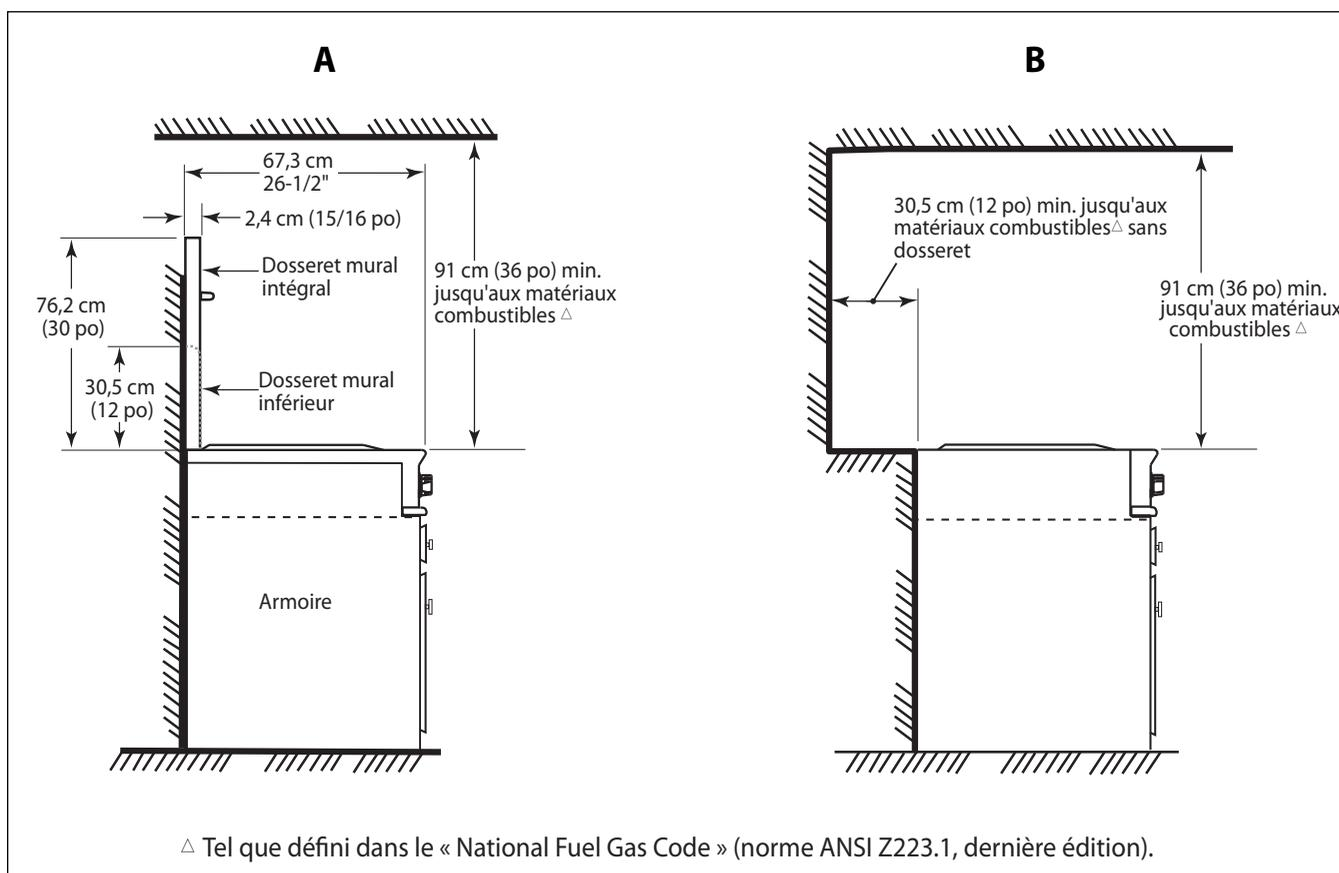
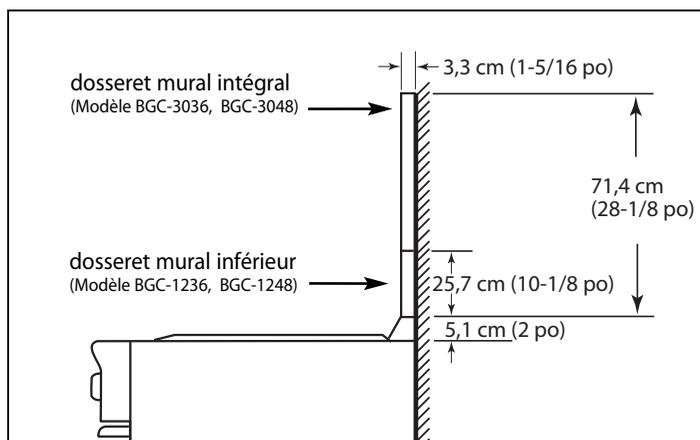

Fig. 8
Fig. 9
2. Les dégagements indiqués à la fig. 8, pg. 14, sont obligatoires pour tous les types de dosserets.
Placez le dossier tel qu'indiqué à la fig. 9. Fixez-le au mur, derrière la cuisinière. Chaque dossieret (intégral ou bas) est fourni avec ses instructions d'installation. Voir aussi page 8, section de « Planification de l'installation ». Le dossieret doit être installé lorsque le dégagement entre les matériaux combustibles et l'arrière de la cuisinière (au-dessus de la surface de cuisson) est inférieur à 30,5 cm (12 po). Voir fig. 8.